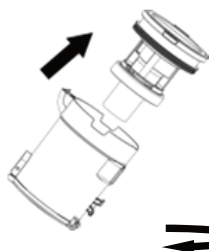
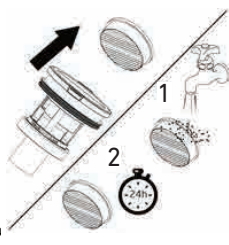
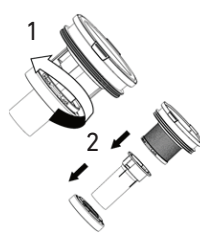
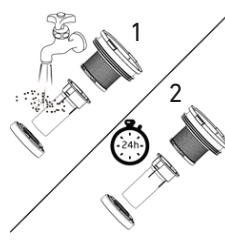

Bild 9
Bild 10
Bild 11
Bild 12
2. Lyft ut cyklonen från dammbehållaren (Bild 9), lyft ut förmotorfiltret och skaka av damm ofta. Skölj filtret var tredje månad och torka ordentligt. (Bild 10) Vrid filterenhetens huvud moturs för att ta isär det inre filtret (Bild 11), tvätta med rinnande vatten och se till att det är torrt före nästa användning. (Bild 12)